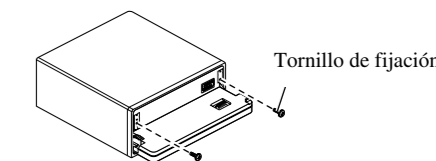

Fig. 13
**4. Fije el panel delantero a la unidad utilizando los tornillos de fijación. (Fig. 13)**